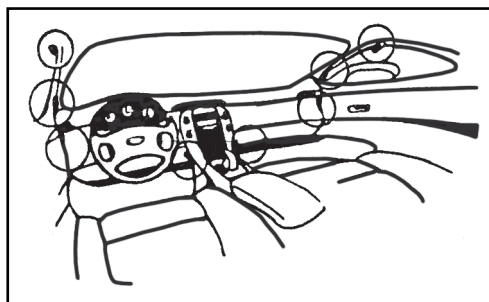

Рис. 1
2. Датчики рекомендуется установить в места, обозначенные на рис. 1.